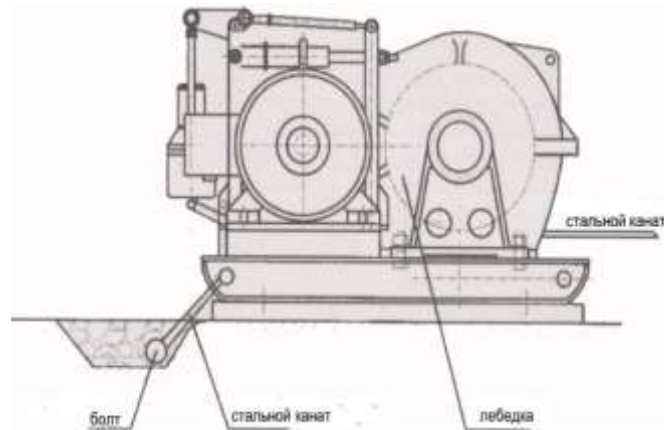

Рис.1
2.4 Основание для лебедки должно быть ровным и достаточно прочным. Соединение между лебедкой и основанием должно быть надежным. В случае мобильного использования лебедки ее необходимо закреплять стальным канатом к земле используя древесину (рис.1).